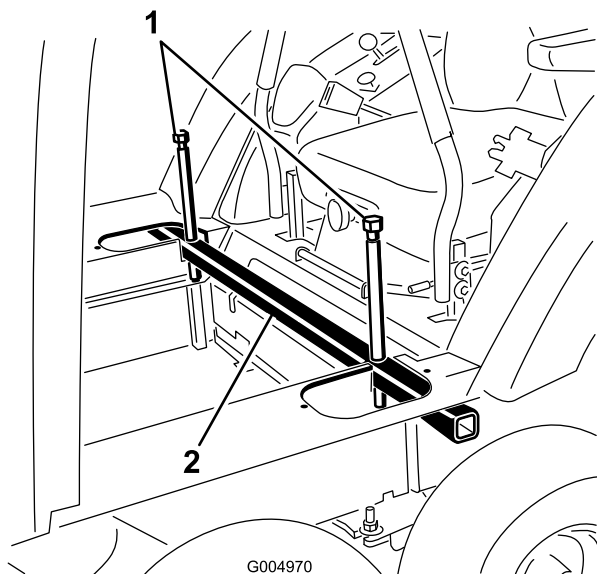

Figura 44
13. Afloje los pernos de elevación y retire el tubo de elevación de la cabina de los recortes del suelo de la cabina (Figura 44).